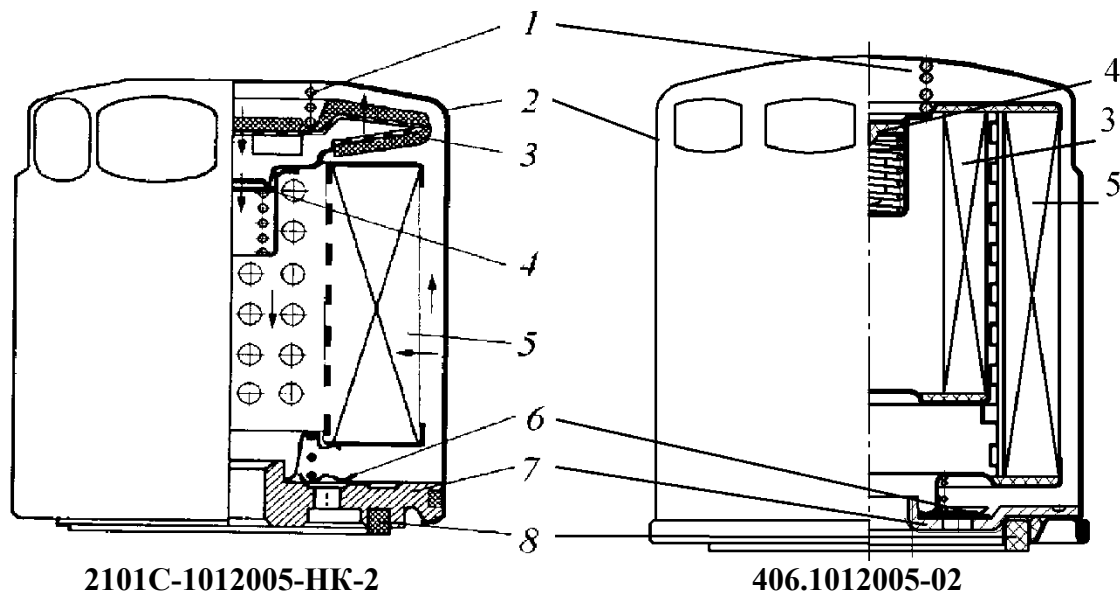

Рис.36. Масляный фильтр:
**Фильтр очистки масла (рис.36)** – на двигатель устанавливается полнопоточный масляный фильтр однократного использования неразборной конструкции 2101С-1012005-НК-2 ф. «КОЛАН», г. Полтава, Украина или 406.1012005-02 ф. «ИННА», г. С-Петербург.